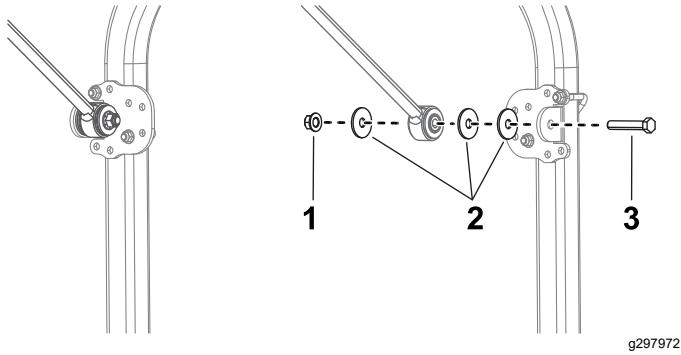

図 13
13. 車両の左右それぞれで、各ブレースに、ブレースブラケットを仮止めするボルト $\frac{1}{2} \times 2\frac{3}{4}$ "、大きいワッシャ3枚、フランジナット $\frac{1}{2}$ "を使用し、図13のように取り付ける。